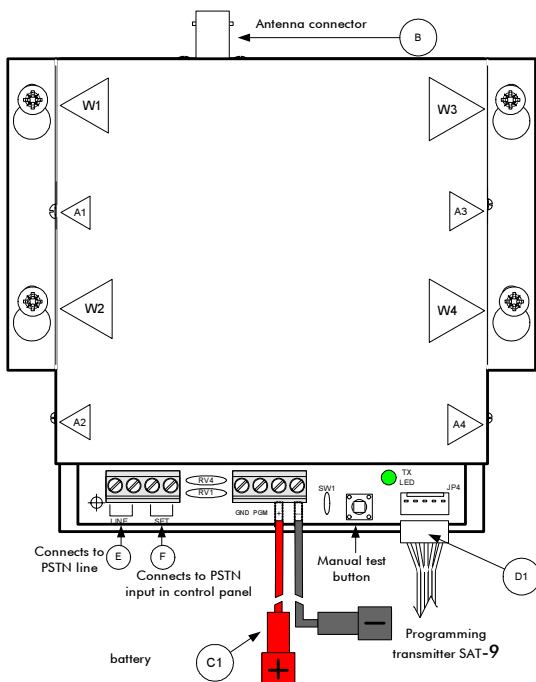

Figura 1 – Armado del SAT-9
- 1 Arme el SAT-9 según la superficie designada (a no más de 10 metros del Sistema de Alarma) utilizando los cuatro tornillos que vienen con él indicados por W1-4 en la Figura 1)
- 2 Conecte la antena al transmisor (indicada por la B en la Figura 1)
- 4 Conecte el panel a una fuente de alimentación constante: 4A mínimo (indicada como C1 en la Figura 1)
- 5 Conecte la salida del comunicador del Sistema de Alarma a la entrada del SAT-9 SET (indicado por la F en la Figura 1)
- 6 Cuando se usa el SAT-9 como respaldo de la PSTN, conecte la entrada LINE del SAT-9 a la línea PSTN (indicada con la E en la Figura 1)
- 1 Desconecte los cables de alimentación del SAT-9 (indicados por la C1 en la Figura 1)
- 2 Retire los tornillos que sostienen la tapa SAT-9 (indicados por A1 a A4 en la Figura 1); y después retire la tapa del SAT-9.